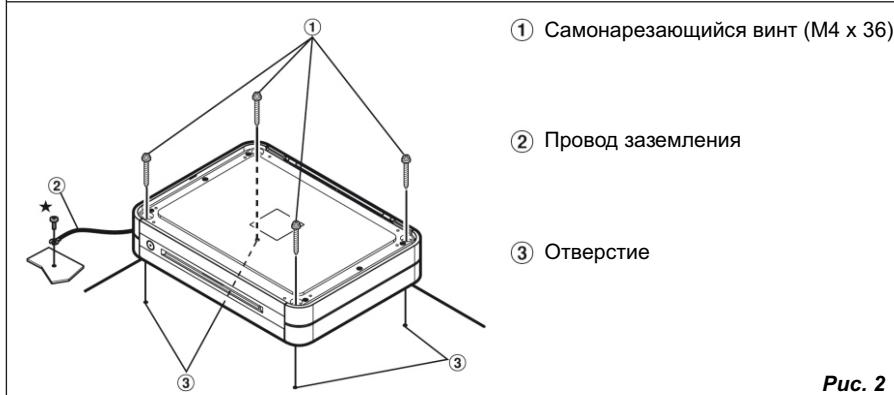

Рис. 2
3. Закрепите устройство четырьмя самонарезающимися винтами (M4 x 36, входят в комплект). Смотрите рис. 2.